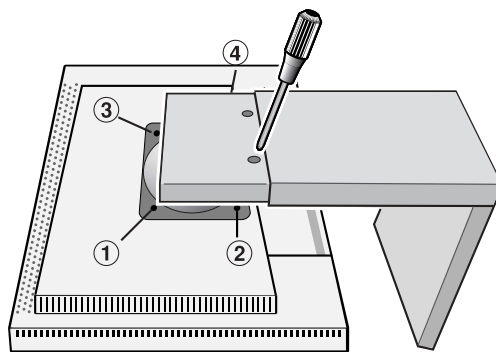

Figura S.2
4. Retire los 4 tornillos que unen el monitor al soporte y levante el equipo del soporte (**Figura S.2**) ; el monitor ya se puede montar de otra forma.